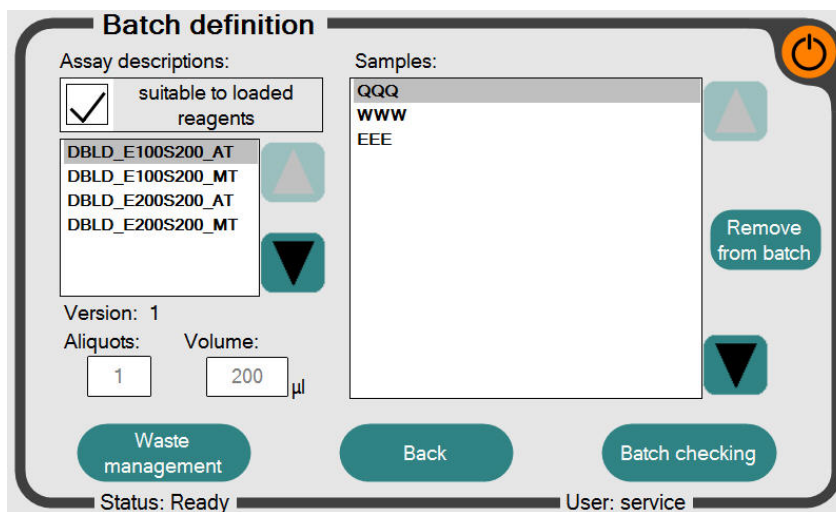

Figura 11: Schermata Batch definition
La schermata Batch definition (Figura 11) consente la selezione/deselezione dell'esame desiderato e della quantità di campione. L'esame può essere modificato con i due tasti freccia (A).